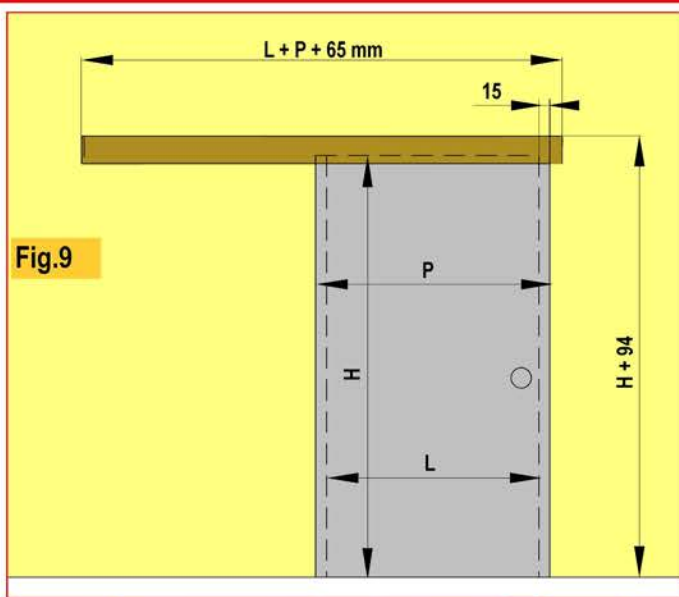
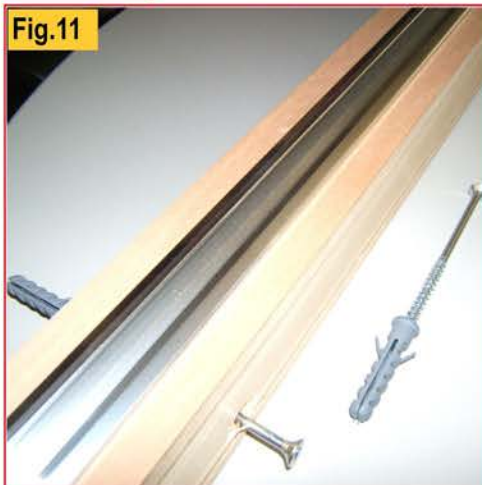

Fig.9
Fig.11
- Tagliare il travetto, con la monorotaia già fissata ad una lunghezza pari a  $L+P+65$  mm (Fig.9).
- Fissare il travetto alla parete mediante le viti con tassello 6x120 mm (Fig.11), mantenendo il filo superiore ad una distanza dal pavimento pari a  $H+94$  mm (Fig.9).
- Couper le soliveau, par le monorail fixé déjà à une longueur pair à  $L+P+65$  mms. (Fig. 9).
- Fixer le soliveau à la paroi par les vis avec tasseau 6x120 mm (Fig. 11), en maintenant le fil supérieur à une distance du sol pair à  $H + 94$  mms. (Fig. 9).
- Cortar la vigueta, por el monorriel ya fijado a un ancho igual a  $L + P + 65$  mms. (Fig. 9).
- Fijar la vigueta en la pared por los tornillos con calzo 6x120 mms. (Fig. 11), manteniendo el hilo superior a una distancia del suelo uniforme a  $H + 94$  mms. (Fig. 9).